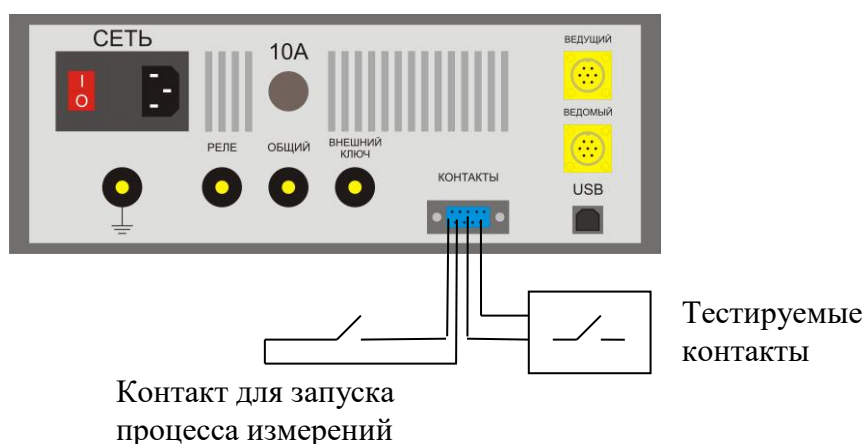

Рис. 5.2.3 Схема соединения прибора для режима запуска по смене состояния контакта
5.2.3.1. Запуск процесса измерений по смене состояния контакта. В этом режиме необходимо выбрать в меню прибора номер контакта, по событию срабатывания которого произойдёт запуск процесса измерений. И соединить этот контакт с соответствующим номером контакта на разъёме 9 (рис. 5.1.2) в соответствии с распиновкой разъёма (рис. 5.1.3). Схема соединения прибора для данного режима работы представлена на рис. 5.2.3.